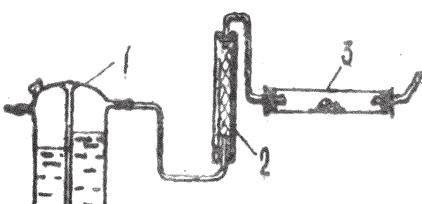

Рис. 2
Собрать прибор (рис.2). Получить водород в аппарате Киппа и пропустить через осушительную склянку 1 и предохранительную трубку 2 с медной сеткой. В тугоплавкую реакционную трубку 3 поместить 0,3 г оксида меди (II) (оксида никеля (II) или оксида свинца (II)). Собранный